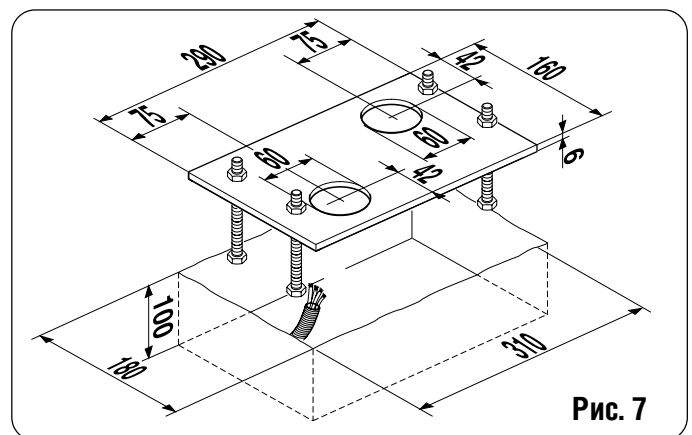

Рис. 7
2) Подготовить цоколь, как показано на рис. 7, и стенки плиты, установив два или несколько кожухов для укладки кабелей. Спиртовым уровнем проверить горизонтальное положение плиты, дать цементу время на усадку.